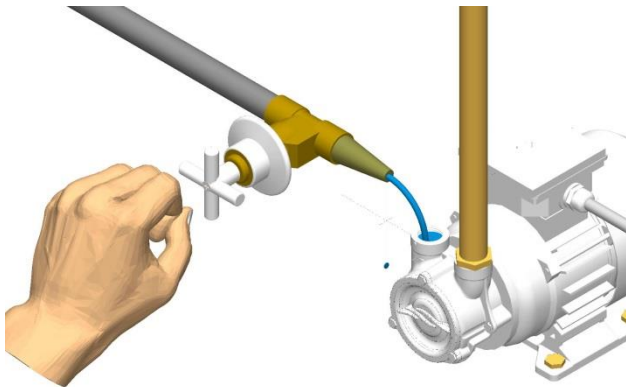

Fig. 1
**Riempire il corpo pompa di liquido dalla bocca di mandata o dall' apposito tappo di carico, per fare in modo che la pompa si adeschi Fig.1**, è questa un'operazione molto importante che deve essere effettuata al primo avviamento e tutte le volte che il corpo pompa rimane vuoto, per creare l'adesco e per evitare il danneggiamento della pompa. Controllare il verso di rotazione, che l'elettropompa lavori entro il suo campo di prestazioni e che non venga superata la corrente assorbita scritta in targa.